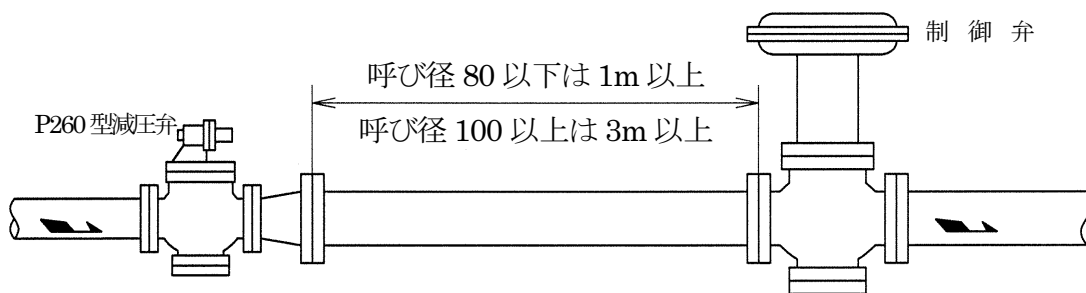

図 5 制御弁がある場合 (二次側)
- f) 減圧弁の二次側に制御弁を取付ける場合、減圧弁と制御弁の距離をできるだけ長く(呼び径 80 以下は 1 m 以上、呼び径 100 以上は 3 m 以上)とってください(図 5)。一次側に制御弁を取付ける場合も同様です。この場合、減圧弁は g) 項の P260-DHC 型減圧弁をご使用ください。